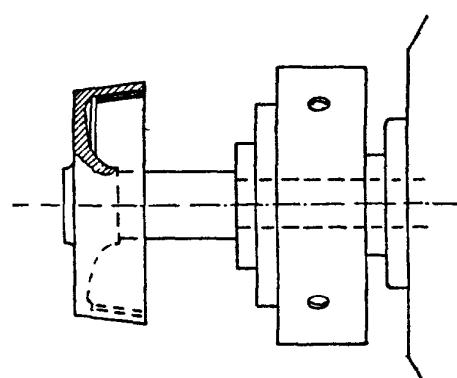

FIG. 3.
4. Gearaksel H84D spennes i chuck i dreiebenk, mot første bryst, og det slitte kjebehjulskonbelegg H84dk dreies vekk. Se fig. 3.